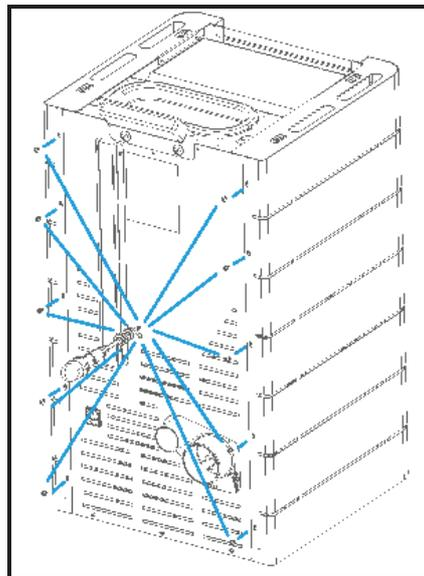

Figura 23 - Fijación de las capas laterais
e) Apretar los laterales en la parte posterior utilizando 10 tornillos del kit, tal como se demuestra en la Figura 23.